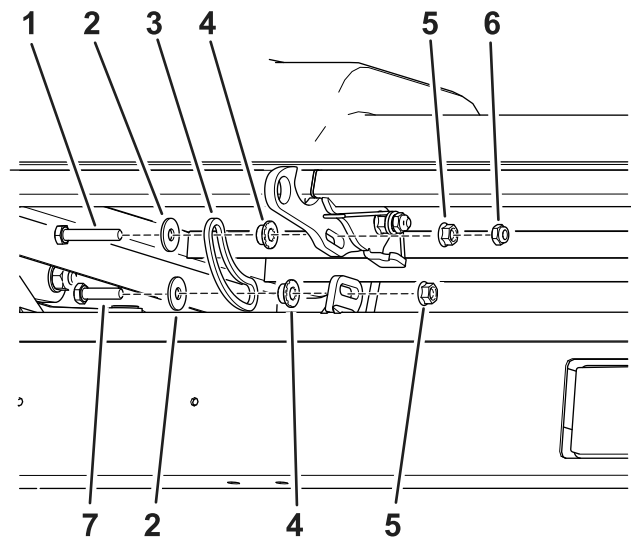

图 4
2. 用长螺栓、扁平垫圈、衬套、凸缘螺母和锁紧螺母将杆接头安装到挂钩上 图 4。
3. 用短螺栓、扁平垫圈、衬套和锁紧螺母将杆接头安装到挂钩上 图 4。